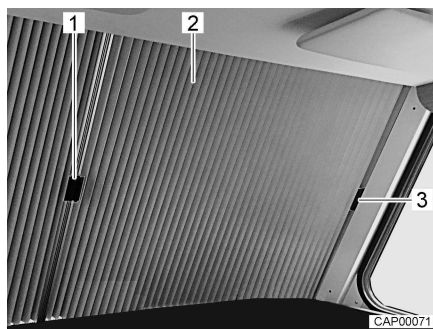

Bild 24 Plisségardin för vindrutans (stängd)
- Dra försiktigt båda plisségardinhälvorna (Bild 24,2) i respektive handtag (Bild 24,1) till vindrutans mitt tills plisségardinens magnetlås håller stängt.
- Skjut båda hälvorna av plisségardinen (Bild 24,2) respektive på handtaget (Bild 24,1) utåt under locket på A-stolpen.
- Fäst alltid handtaget i locket (Bild 24,3).